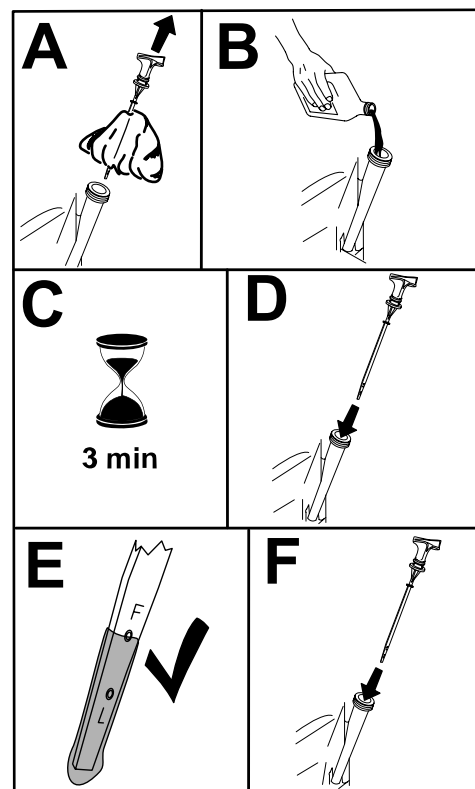

Figure 27
5. Versez avec précaution environ 80 % de la quantité d'huile spécifiée dans le goulot de remplissage (Figure 27).